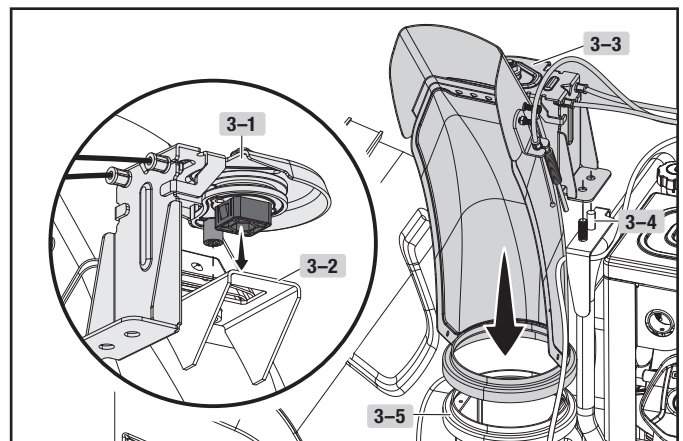

Figure 3
3. Retirez le pivot de la goulotte (3-1) du film à bulles et fixez-le sur le support de la goulotte (3-2). Alignez le connecteur rond et carré situé sous l'assemblage du pivot de la goulotte sur le support. Le connecteur carré s'enclenche. Placez ensuite la goulotte entière (3-3) sur les deux chevilles (3-4) en alignant la goulotte avec la base (3-5). La goulotte repose simplement sur la base sur laquelle elle peut pivoter. (figure 3)